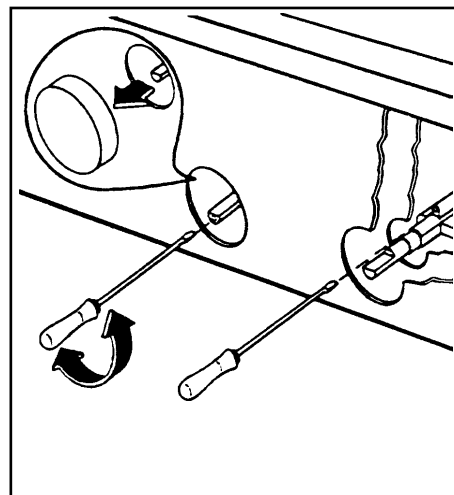

Fig. 12
Colocar la perilla en la posición de llama mínima y quitar la perilla (Fig. 12)
- 3) En el caso de transformación de **gas natural a gas envasado**, atornillar a fondo el tornillo de aguja del by-pass (Fig. 12).